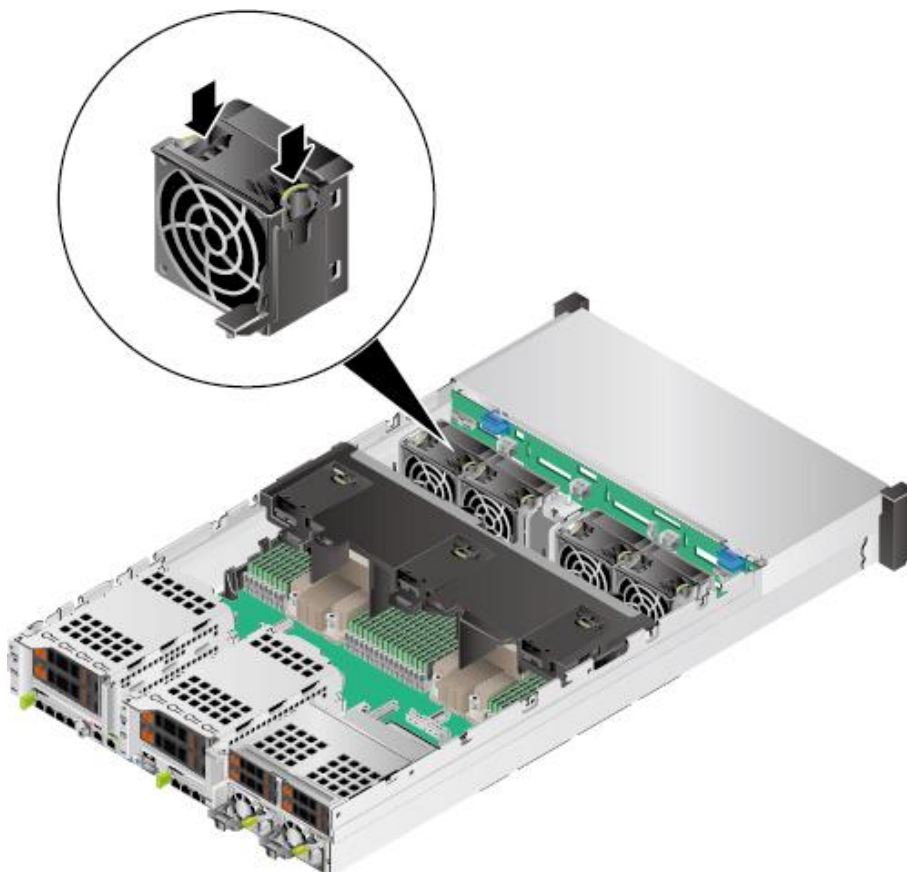

图 3-15 安装风扇模块
7. 将风扇模块沿风扇滑轨，插入风扇模块槽位，听到“咔嚓”一声后，表明风扇线缆接口顺利插入主板接口，风扇模块安装完毕，如图 3-15 所示。